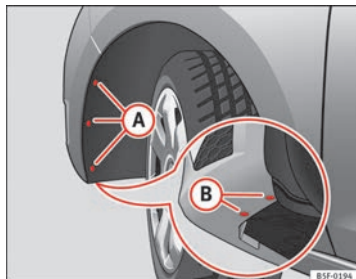

Abb. 148 Nebelscheinwerfer: Zugriff auf den Stecker am Lampenträger
- Entfernen Sie die 3 Schrauben **(A)** ⇒ Abb. 148 im Inneren des Radkastens sowie die 2 unteren Schrauben **(B)** ⇒ Abb. 148 des Stoßfängers mithilfe eines entsprechenden Schraubendrehers.